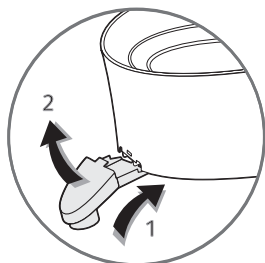

fig.1
- Placez le bec verseur (F) sur le collecteur de jus (E) (**fig. 1**).